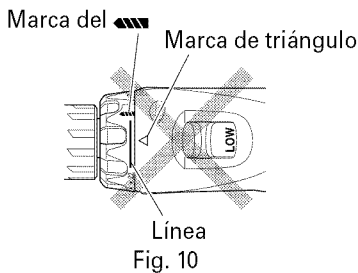

Fig. 10
- Evite usar la unidad con el número del dial del embrague entre "22" y la línea provista en el medio de la marca del taladro "▲▲▲". Si lo hiciese, se podrían producir daños (Consulte la Fig. 10).